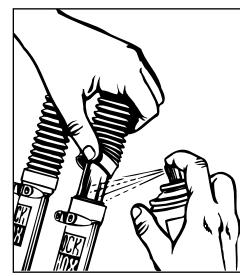

Abb. 6
Danach die Kronenbolzen abwechselnd oben und unten mit einem Drehmoment von 6.8 Nm so festziehen, daß sie alle ein gleiches Drehmoment aufweisen. Die Verbindung der Innenrohre ist zu prüfen (siehe Abb. 6 in der Montageanleitung).
**Tips zur Leistungssteigerung:** Es folgen einige Tips, wie man das Quadrafeeling geschmeidig hält. **Q5:** Wenn die Telegabeln hart und schwergängig werden, ist der Verschlußdeckel mit einem 22er Schraubenschlüssel abzuschrauben und die gesamte Oberfläche der Federeinheit zu schmieren (kein Lithiumfett verwenden!). **Für all gabeln:** Um Leichtgängigkeit aufrechtzuerhalten, sollte von Zeit zu Zeit das untere Ende des zieharmonikaartigen Schmutzabweisers abgezogen und mit einigen Tropfen Leichtmaschinöl oder Teflon Kettenöl gefettet werden (siehe Abb. 6). Nichtölende Rostschutzsprays, wie z.B. WD-40, sind nicht zu empfehlen.